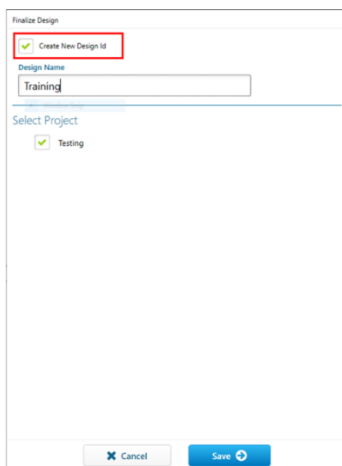
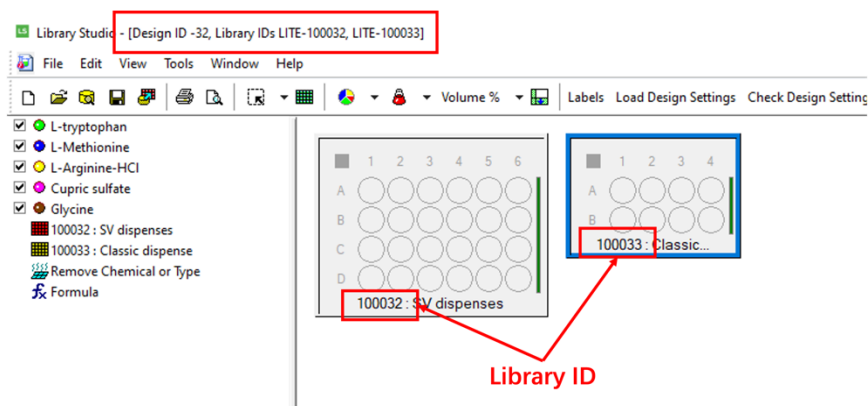

图 6-2-21
图 6-2-22
- 6) **新建 Design ID:** 点击“Finalize”后，如下“Finalize Design”窗口会跳出（图 6-2-21）。若是全新 Design，请务必勾选“Create New Design ID”，并输入“Design Name”，选择相应项目归属“Select Project”。“Save”后，软件会自动生成唯一数字 Design ID（显示在 Library Studio 软件的标题栏中，图 6-2-22）对应当前实验设计，可在后续实验中直接输入该 ID 来运行此实验，或查询相关实验结果。该 Design ID 中的所有 Libraries 都会自动生成唯一对应编号，显示在 Library Studio 软件界面。